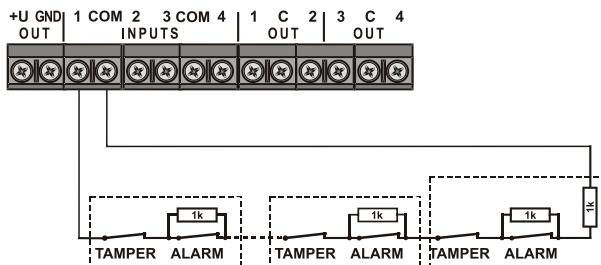

Рисунок 4: Контур с двойной балансировкой - OASIS
**Система Oasis с двойной балансировкой** – настройки модуля входов полностью совместимы с параметрами модулей входов и панелей управления систем Oasis. Этот режим позволяет подключать до 5 детекторов в одном контуре (см. рис.4 и рисунок в программе F-Link).